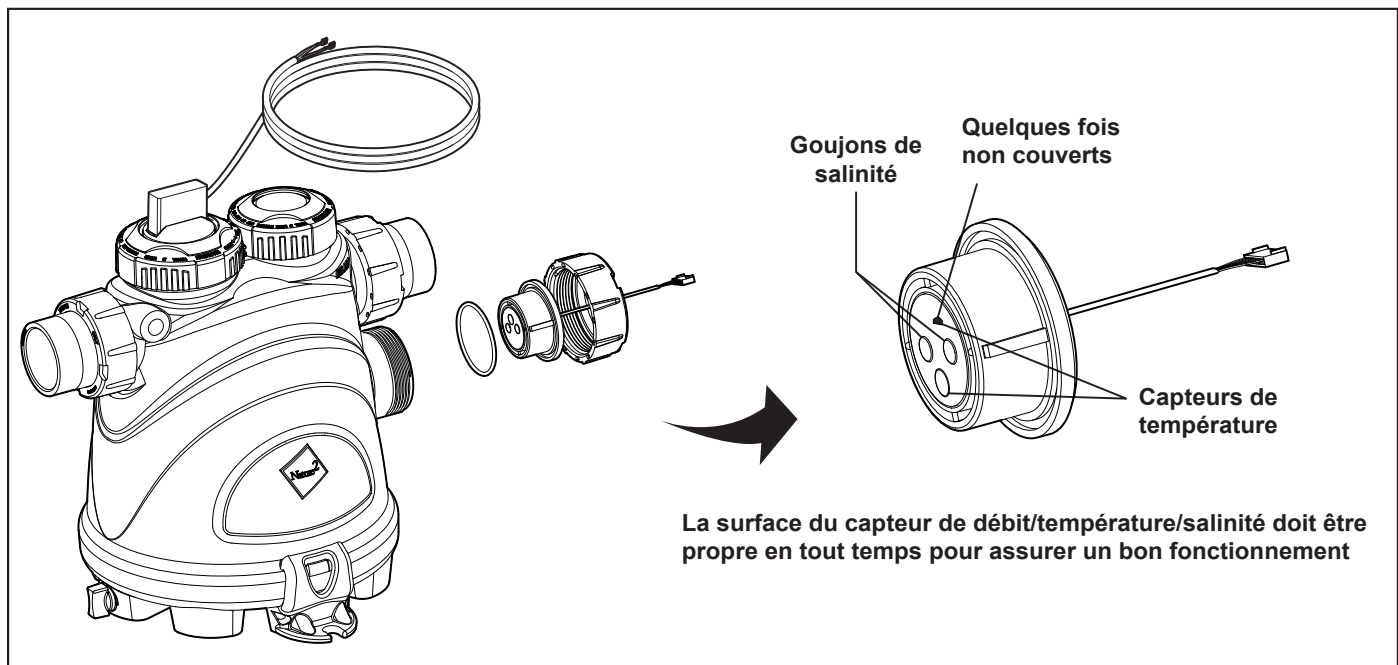

Figure 9. Installation de la cuve et du capteur de débit/température/salinité
- Fixer tel qu'il est indiqué à la Figure 9. Ceci se traduira par un fonctionnement des plus fiables.
2. Installer le capteur de débit/température/salinité dans la cuve (voir la Figure 9).